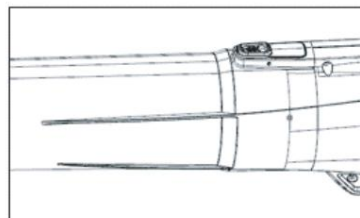

Fig 3
3. Skub røret mod blæserhuset, indtil låsen klikker på plads (fig. 3).